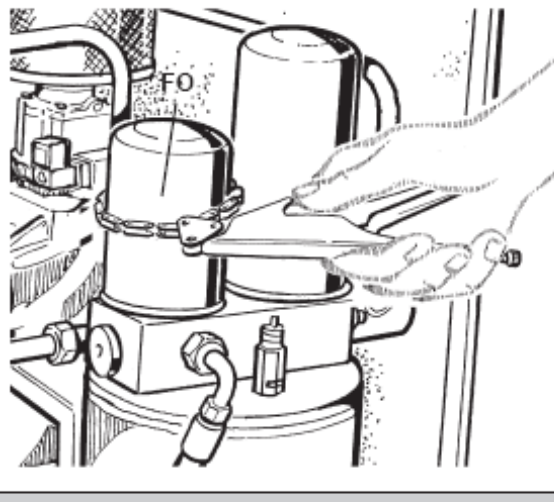

Рис. 45
- Отвинтить вкладыш масляного фильтра **FO**, используя соответствующий ключ (**Рисунок 45**)